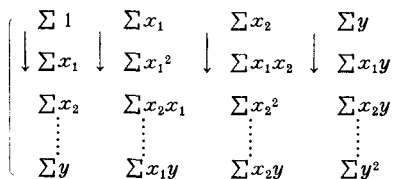
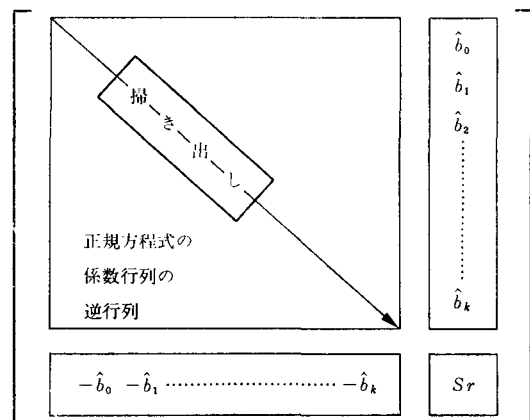

図2 重回帰分析用の行列を左隅から始めて下へ、次の列に移ってまた上から下へ、……と表示する。
図3 重回帰分析の式  $y=b_0+b_1x_1+b_2x_2+\dots+b_kx_k$  のパラメータの推定値  $\hat{b}_0, \hat{b}_1, \hat{b}_2, \dots, \hat{b}_k$  と残差平方和  $S_r$  の現われ方
**手順3** 上の手順の?が出たところで止まっているだろう。このときBREAKを押しCLを押し、RUN ENTER と押す。するとNを表示して止る。ここでENTERを次々と押すと図2に示すような行列の要素
**手順4** 上の手順で要素が全部表示されてしまうとピーと音がして PIVOT の表示が出る。ここで掃き出したカナメの位置を表わす数  $i$  を入れる。初めは  $i=1$  であろう。しばらく待つとピーピーピーと鳴ってまた図2の左上隅の要素を表示する(もちろん計算後だから前の値  $\Sigma 1$  ではなくこんどは  $1/N$  である)。また次々と ENTER を押して内容をよみノートに書き取る。このとき、最後の要素(第  $n$  行第  $n$  列の要素)は  $S_{yy}$  ( $y$  の平方和)である。同じことを繰り返し、 $n-1$  回掃き出し計算を行なうと、図3の状態ができる。